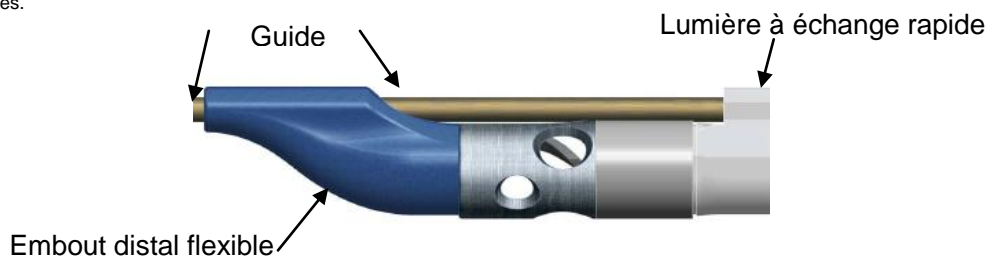

Figure 1
3. Immobiliser le guide, introduire le guide à travers l'embout distal flexible et la lumière à échange rapide du cathéter ThromCat XT (Figure 1).